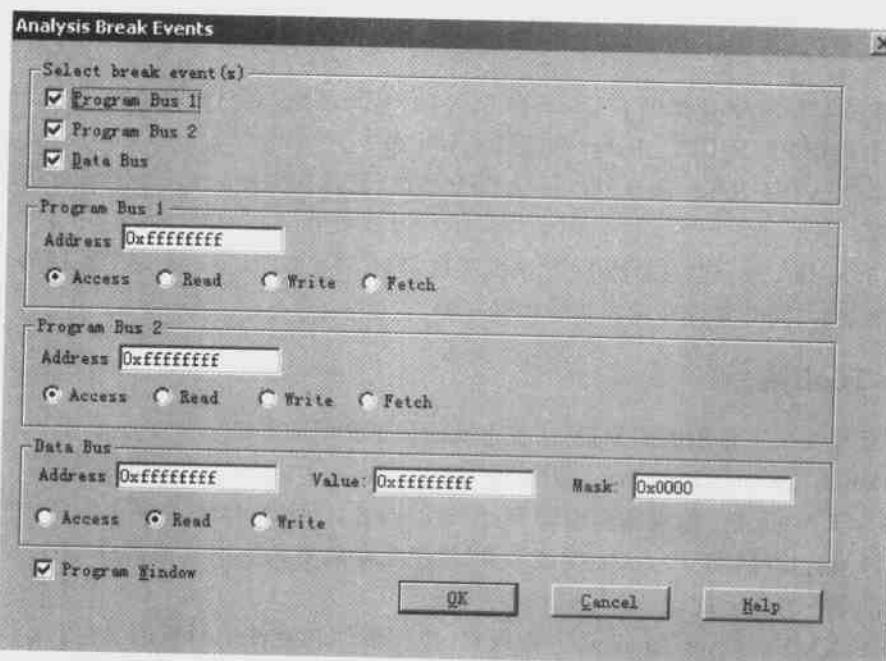

图 3.27 事件或硬件中断点的设置
(1) Data Converter Support 能快速配置与DSP芯片相连接的数据转换器。
(2) C54X McBSP 能观察和编辑McBSP的内容。C54X DSP有多个高速、全双工的多信道缓冲器串行口(McBSP),从而使该DSP芯片能直接与系统中其他器件相连。McBSP是建立在标准串行口之上的。
(3) C54XX Emulator Analysis 能设置、监视事件和硬件中断点的发生。C54X芯片有一个片内分析模块,使用该模块,可以计算特定的硬件功能发生的次数或设置相应的硬件断点。单击该命令,将弹出如图3.26所示的观察窗口。在窗口中右击,可以设置监视的事件或硬件中断点,如图3.27所示。